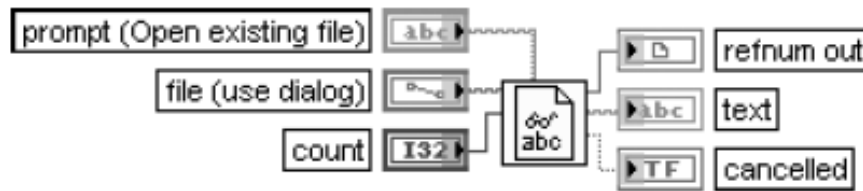

Рис.7.3. – Чтение файла
- **Read Text File** - Функция считывает определенное число символов или строк из файла, представляющего поток байтов. По умолчанию эта функция считывает все символы из текстового файла. Считывание заданного количества символов, начиная с первого, производится с помощью входа подсчет (**count**). При установке отметки в строке **Read Lines** (читать строки) контекстного меню функции вход подсчет определяет количество считываемых строк. Установка значения -1 на этом входе определяет считывание всех символов в строке или всех строк текстового файла. Выход текст (**text**) содержит текст, считанный из файла. По умолчанию это строка, содержащая символы первой строки файла. Если подключить вход «подсчет», то на этот выход будет выводиться массив строк, считанных из файла. При удалении отметки «читать строки» на этот выход будут выводиться все символы, считываемые из файла. Функция преобразует все зависящие от платформы символы конца строки в аналогичные символы LabVIEW независимо от состояния строки Convert EOL контекстного меню функции. Структурная схема показана на рис.7.3.